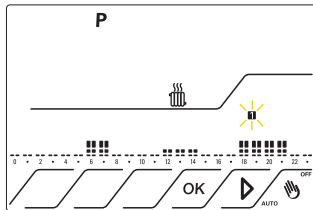

Fig.24
dalle ore 22.00 alle ore 23.59 : T1 Fig.24
6.4 Premere il tasto OK. Il simbolo  lampeggia. Fig.24